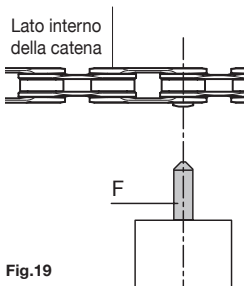

Fig.19
- Verificate che la punta conica dello spintore sia in asse con il centro della bussola ULTRA-LINK 5-CN-SR700 (**Fig.19**).